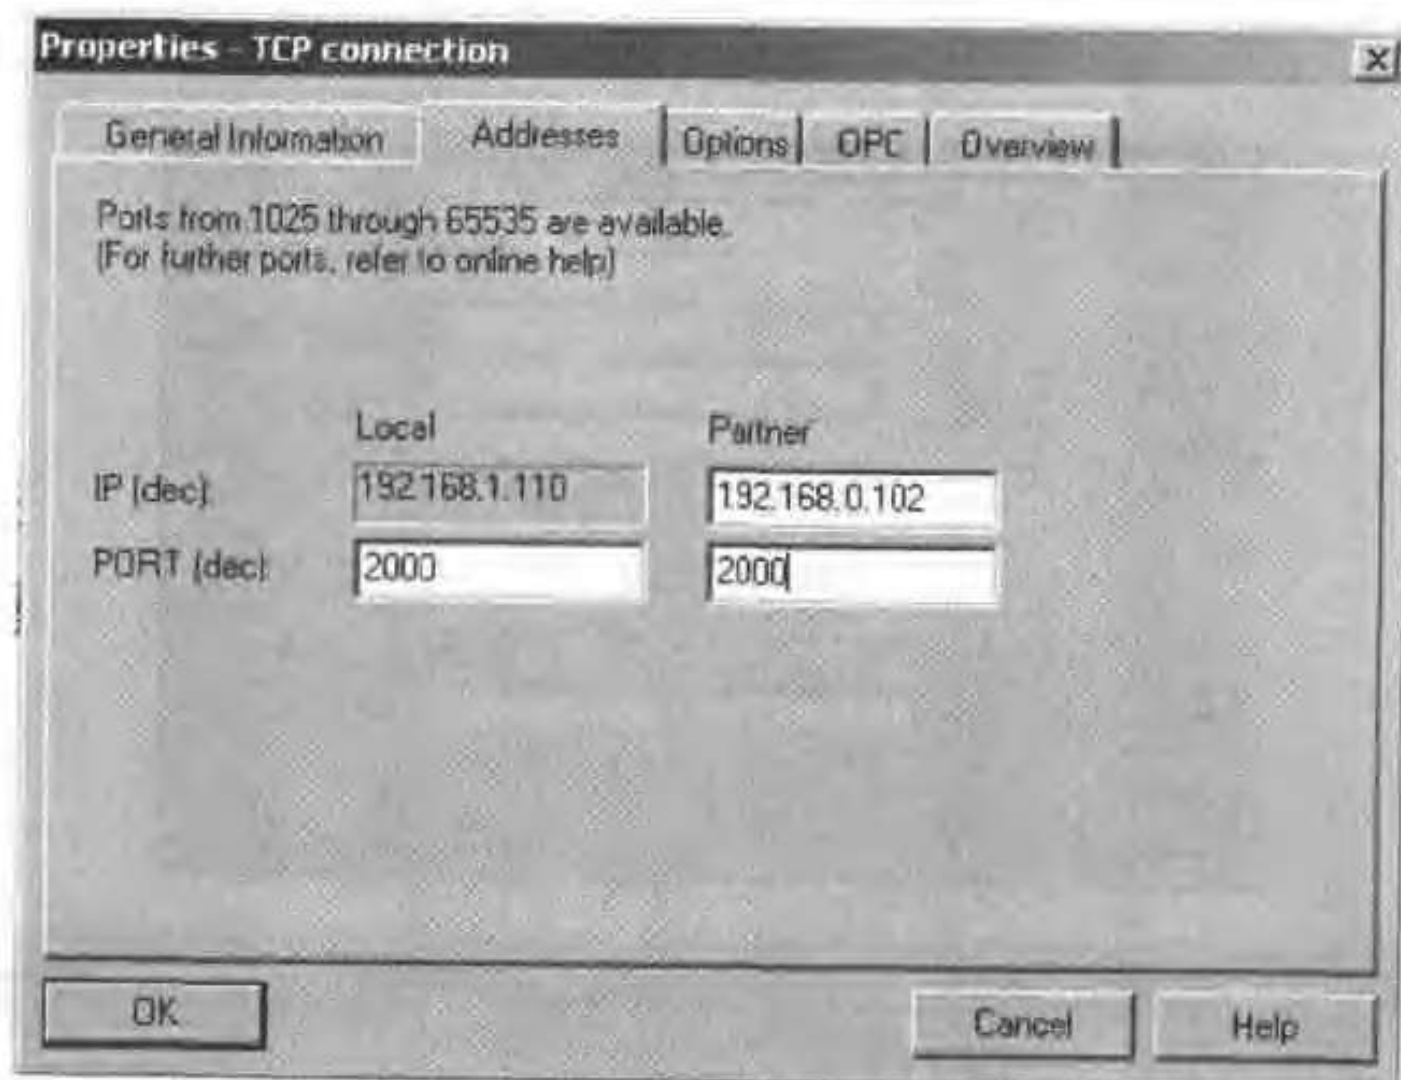

图 13-29 配置工业以太网交换机的 IP 地址
- 在 Addresses 属性下填写工业以太网交换机的 IP 地址, 如图 13-29 所示。